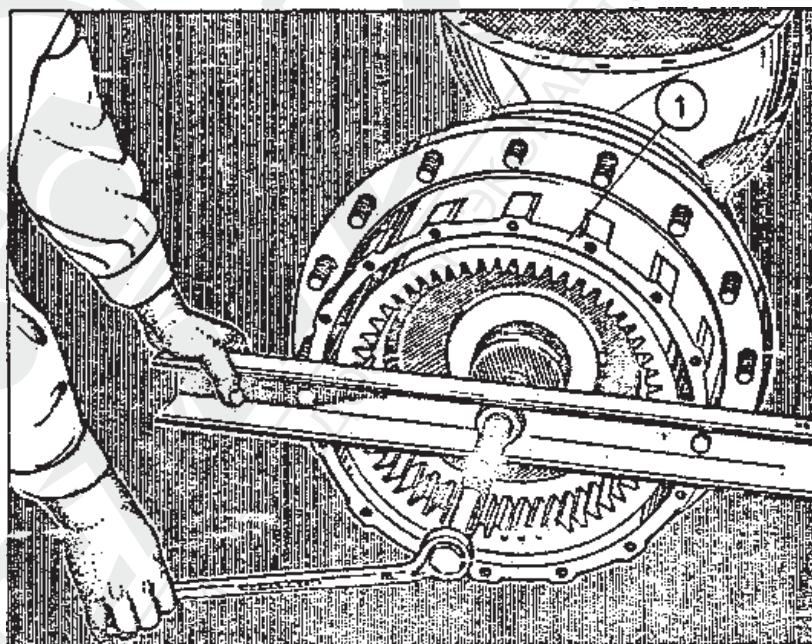

Рис. 4-28. Измерение момента сопротивления вращения
- в/ измерить момент сопротивления вращения ступицы /рис. 4-28/,